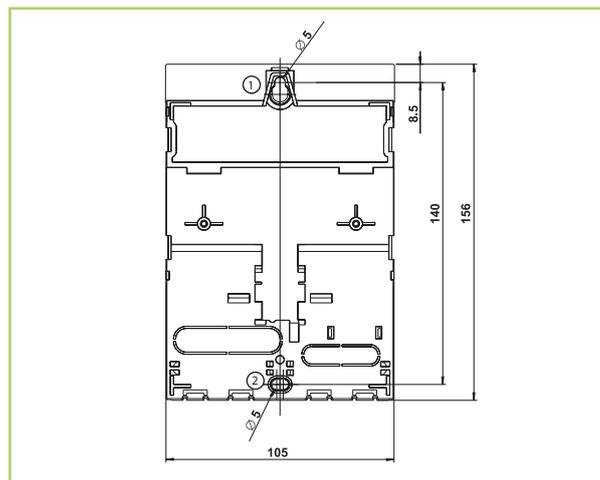

Abb. 29: Rückseite des Reglers mit Montageöffnungen oben ① und unten ②
2. Schraube für obere Montageöffnung ① (Abb. 29) eindrehen, sodass der Schraubenkopf einen Abstand von 5 ... 7 mm zur Montagefläche hat.
4. Untere Montageöffnung ② durch das Reglergehäuse hindurch anzeichnen.
6. Regler an oberer Montageöffnung ① einhängen und mit der Schraube durch die untere Montageöffnung ② fixieren.